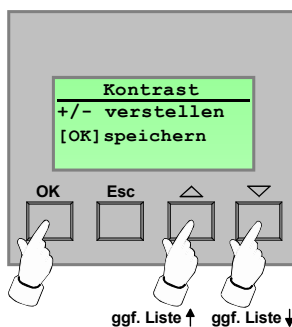

Bild 7: Displaykontrast einstellen
6. An dieser Stelle kann der Displaykontrast verstellt werden (vgl. Bild 7).